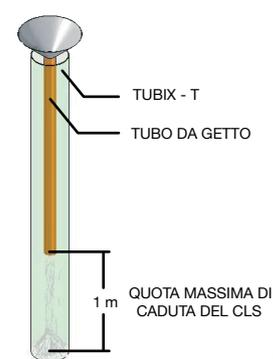

FIG. 2
8. Durante la fase di getto, il calcestruzzo non deve essere fatto fluire da un'altezza superiore ad 1 m misurato fra il pelo libero del getto e la bocca di uscita del tubo di pompaggio. Per altezze superiori ai 3 metri è assolutamente necessario utilizzare il tubo da getto anche per evitare il dannosissimo fenomeno di separazione degli inerti (VEDI FIG.2);